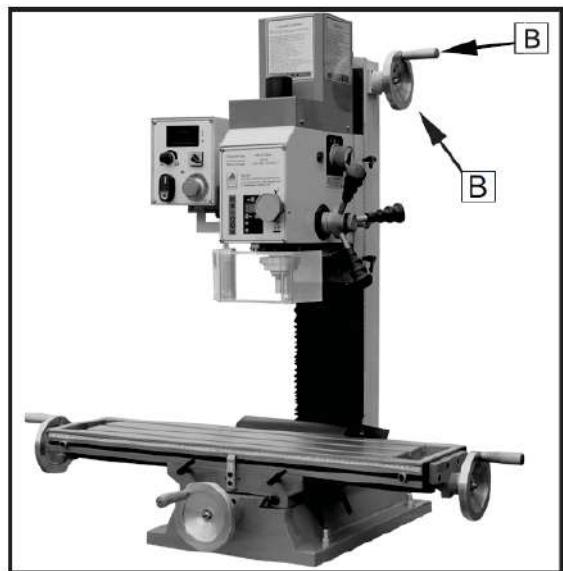

Рис. 02
1. Ввинтите рукоятки (A, Рис. 02) в маховицок В и затяните их.